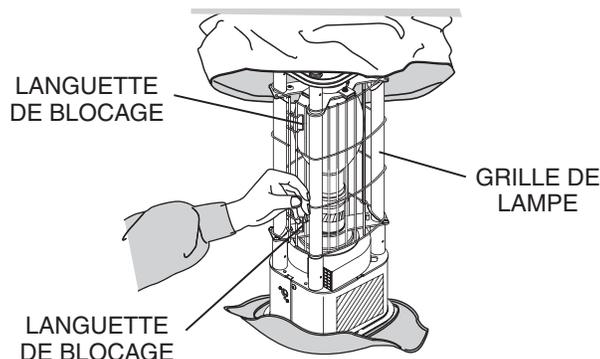

Figure 36. Retrait de la grille de lampe
2. Desserrer les languettes de verrouillage de la grille de lampe. Voir Figure 36.